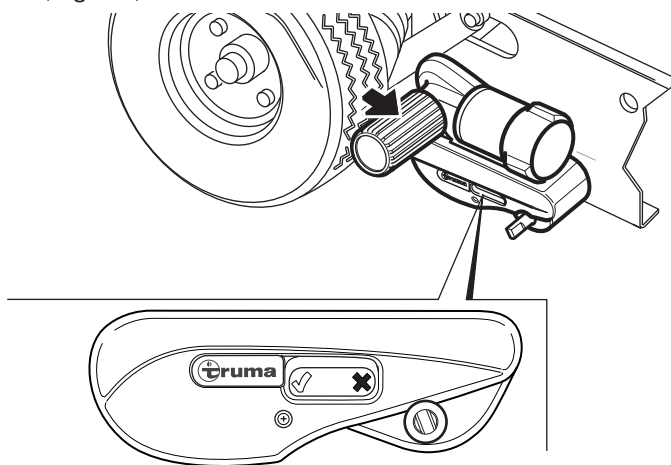

Fig. 31
- ▶ Le repliage a réussi lorsque l'indicateur de position sur le boîtier du système de manœuvre indique  (Fig. 31).